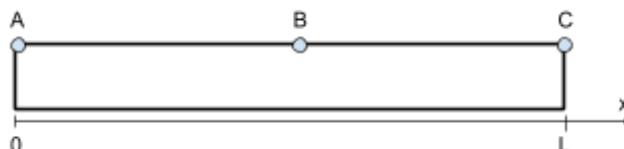

Abbildung 2
- A.6** Für diesen Aufgabenteil gehen wir von einer schwachen thermischen Wechselwirkung zwischen dem Rohr und dem Gas aus. Dadurch bleibt die stehende Schallwelle nahezu unverändert, aber das Gas kann eine kleine Menge Wärme mit dem Rohr austauschen. Die Erwärmung aufgrund von Viskosität kann vernachlässigt werden. Gib für jeden der Punkte in Abbildung 2 (A und C an den Enden des Rohrs, B in der Mitte) an, ob dessen Temperatur über einen langen Zeitraum abnimmt, zunimmt oder gleich bleibt. 1.2pt